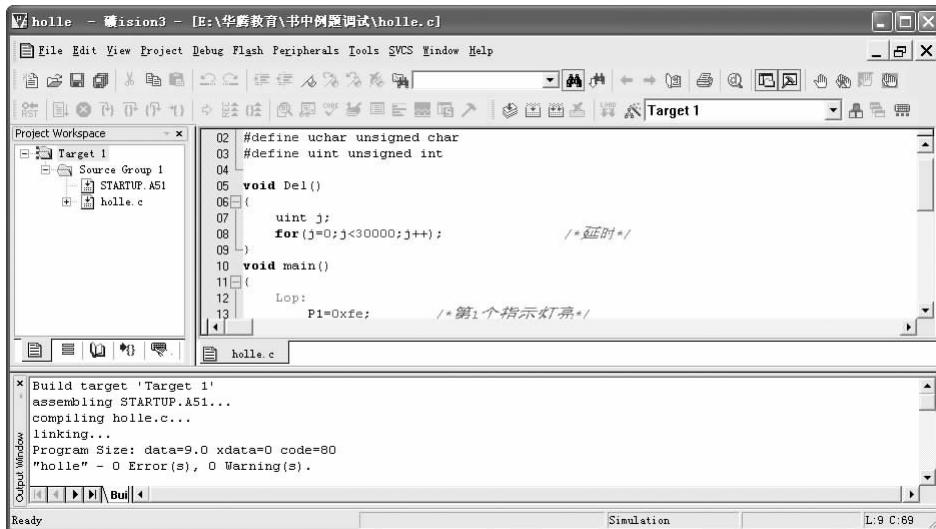

图 3-8 编译信息窗口
(4) 调试程序。进入 Keil C 软件, 建立项目, 输入程序, 对项目中的程序文件进行编译连接, 并生成与项目文件同名的可执行代码及用于 EPROM 编程的 HEX 文件。 μ Vision3 编译信息窗口如图 3-8 所示。0 个错误, 0 个警告时, HEX 文件自动产生。只有 0 个错误时 HEX 文件才产生, 有警告问题不大。若有错误, 一一排除, 直到完全没有错误为止。产生错误的主要原因有: 在中文输入状态下输入; 大小写没有区分; 标点符号没有在英文输入状态下输入; 语句后没有分号或多了符号。